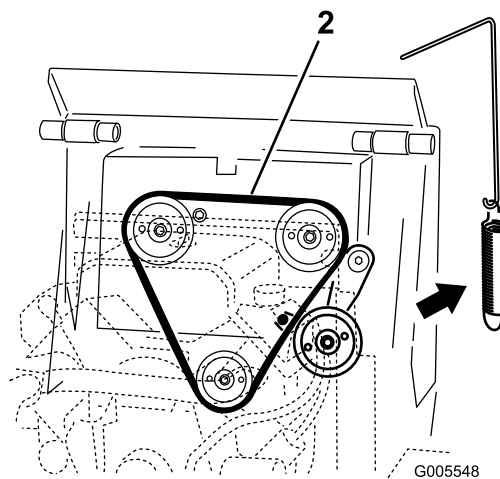

Рисунок 47
4. Снимите пружину промежуточного шкива с узла промежуточного шкива (Рисунок 47).
6. Установите новый ремень привода на трех шкивах (Рисунок 47).